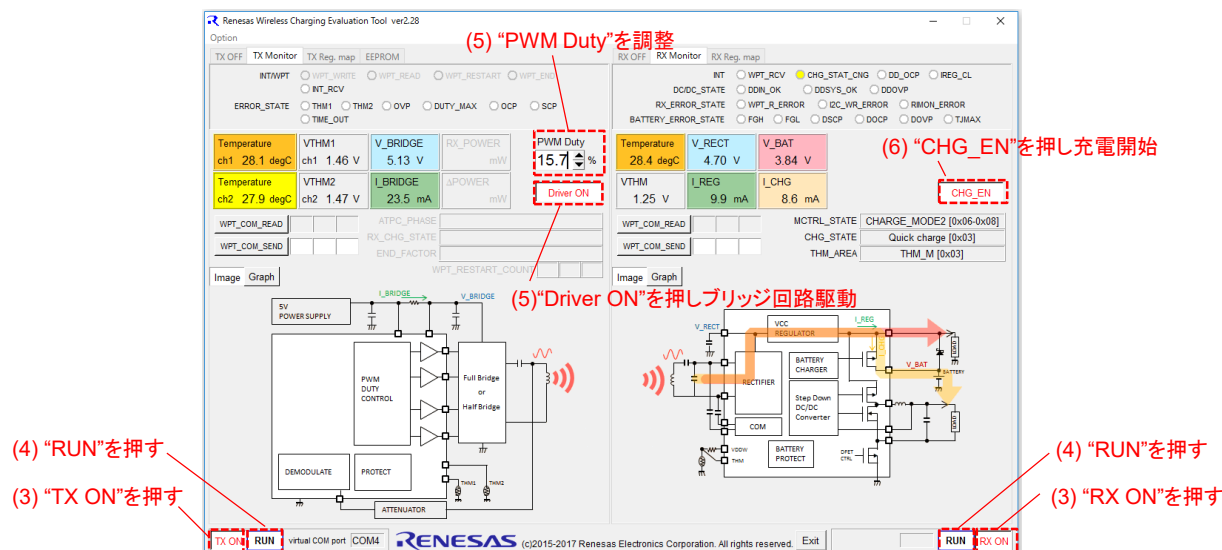

図4.3 制御ツール評価用モニタ(MCU Control Mode)
- (1) RXボードのSW1をONにして下さい。SD(LED1)が点灯しRAA457100GBMが、シャットダウンモードから放電モードに切り替わったことを表示します。SD(LED1)点灯後にDCDC(LED3)が点灯しDCDCコンバータが動作している事を表示します。
- (2) TXボードのSW2をONにして下さい。TXボードへDC 5Vが供給され、LED4が点灯します。
- (3) 制御ツール画面下側の「TX ON」と「RX ON」を押して下さい。図4.3のように評価用モニタが表示されます。